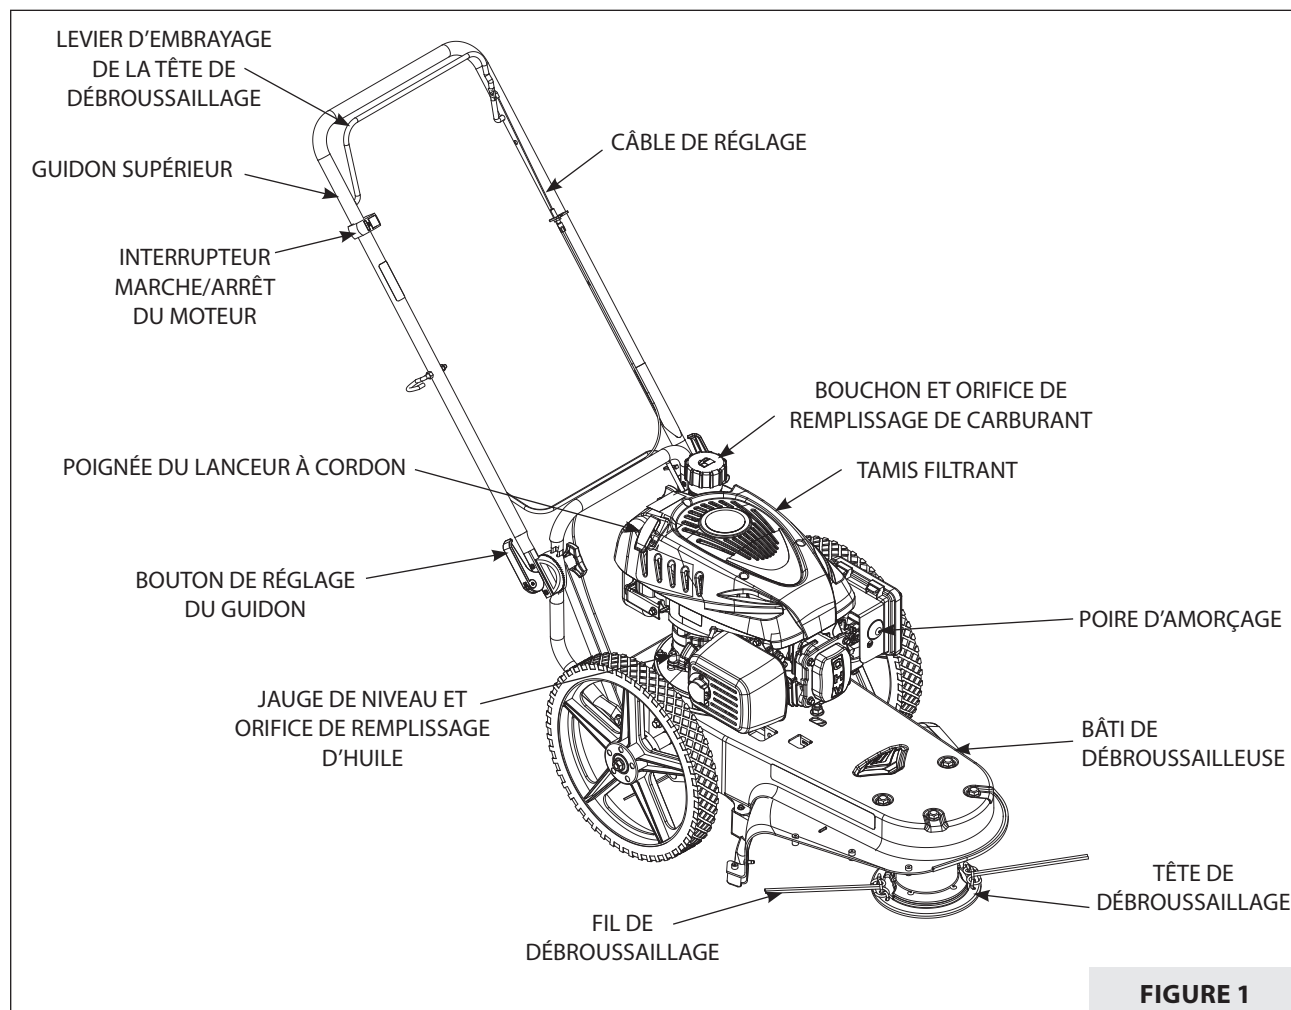

FIGURE 1
Lire le manuel de l'utilisateur et les règles de sécurité avant de faire fonctionner la débroussailleuse. Prendre le temps de comparer l'illustration suivante avec la débroussailleuse afin de se familiariser avec le produit et ses commandes. **VOIR FIGURE 1.** Modèle M200 illustré ci-dessous.
1. Avant chaque utilisation, éliminer les saletés du tamis filtrant. **VOIR LA FIGURE 1 À LA SECTION « CARACTÉRISTIQUES ».** Les saletés peuvent provoquer la surchauffe du moteur. Essuyer le tamis filtrant avec un chiffon ou une serviette en papier.